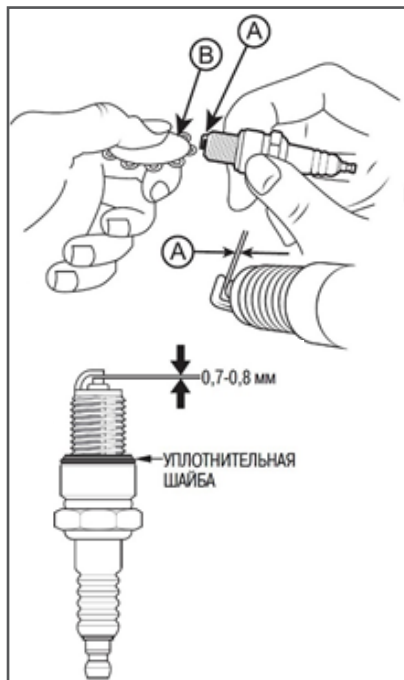

Рис. 14 Обслуживание свечи зажигания
4. Измерьте зазор А между электродами свечи зажигания специальным щупом В. Зазор должен быть 0,7-0,8 мм (Рис. 14). При увеличении или уменьшении требуемого зазора, рекомендуется заменить свечу, так как регулировка зазора может привести к изменению качества искрообразования.